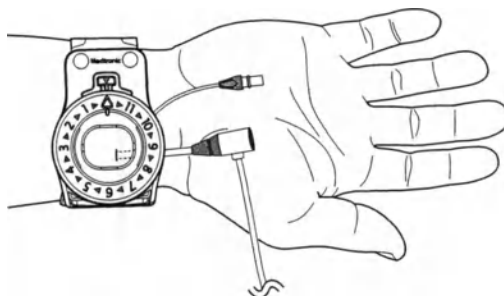

Figura 2. Posicionamento da bracelete de fecho
3. Posicione a bracelete de fecho sobre o pulso, de forma a que o local de acesso seja visível através da janela transparente e o centro do mostrador fique alinhado com a arteriotomia (Figura 2).